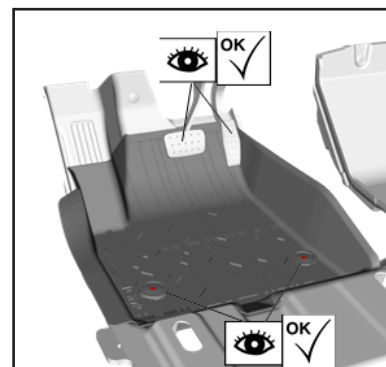

Figura 6
6. Revise la operación de los pedales del acelerador, freno y embrague (si aplica) para asegurar que el tapete de piso no interfiera con ellos. **Vea la Figura 6.**